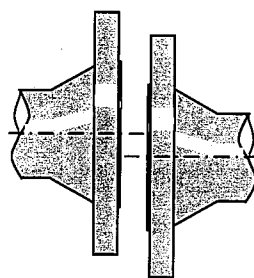

図3 軸差がある
- 相対するフランジの軸差があると、ガスケットが正しい位置にセッティングできないため修正してください。(図3参照)